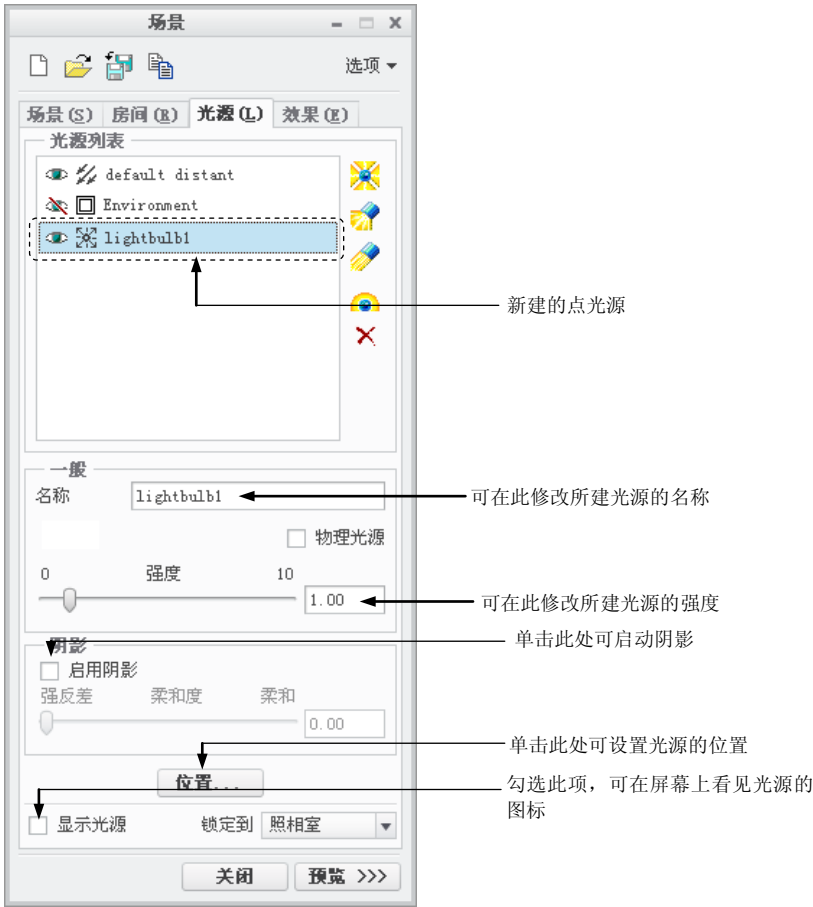
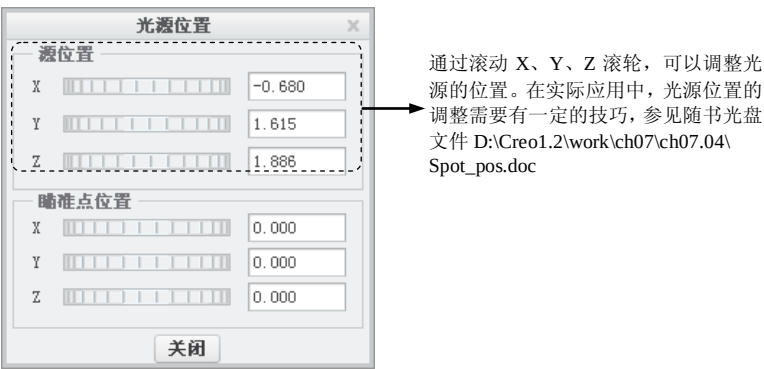

图 7.4.2 “光源”选项卡
图 7.4.3 “光源位置”对话框
- (1) 设置光源的 **一般** 属性。如图 7.4.2 所示，在 **一般** 区域中可以设置光源的 **名称** 和 **强度**。
- (2) 设置光源的 **阴影** 属性：在图 7.4.2 所示的 **阴影** 区域中可以设置光源的阴影，此选项可增加渲染的真实感，但同时增加了计算时间。
(3) 设置光源的“位置”属性。
- 如图 7.4.2 所示，单击 **位置...** 按钮可以弹出图 7.4.3 所示的“光源位置”对话框，用户可以在 **X**、**Y** 或 **Z** 方向放置光源，这里的 X、Y 和 Z 与当前 **Creo** 坐标系的 X、Y 和 Z 轴没有任何关系。无论模型处在什么方位，这里的 **X** 总是为水平方向，向右为正方向；**Y** 总是为竖直方向，向上为正方向；**Z** 方向总是与显示器的屏幕平面垂直。